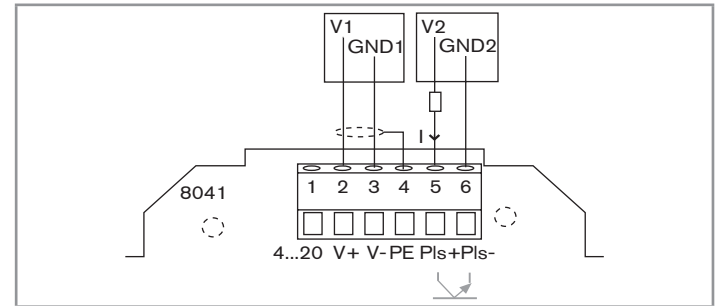

Bild 22: Anschluss des Frequenzausgangs an einen elektronischen Zähler mit eigener Spannungsversorgung
- oder an eine Last wie einen elektronischen Zähler mit eigener Spannungsversorgung (siehe Bild 22).